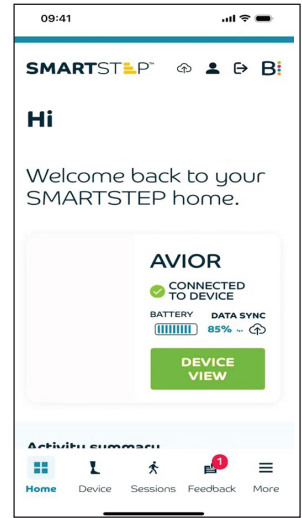

Abb. A3-5 Startseite (Anwender) von SMARTSTEP
7. In der App öffnet sich die **SMARTSTEP-Startseite (für Anwender)** (Abb. A3-5) und wird automatisch mit Ihrem Produkt verbunden.